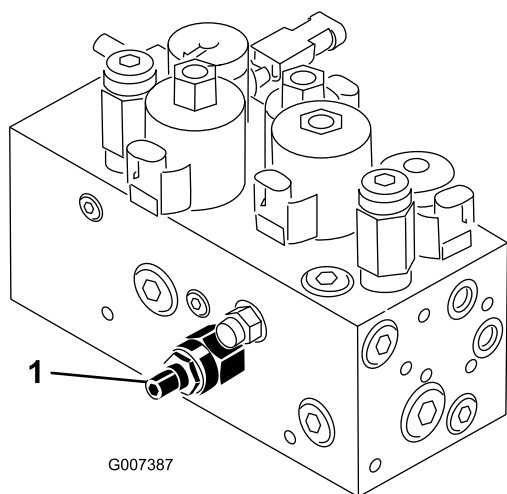

Figura 49
Il circuito di sollevamento/abbassamento degli apparati di taglio della macchina è dotato di una valvola di regolazione del flusso (Figura 49). Questa valvola viene preregolata in fabbrica, ma è talvolta necessario regolarla per compensare i dislivelli delle temperature dell'olio idraulico, delle velocità di tosatura, degli accessori, ecc. Se necessario, regolate come segue:
1. Alzate il sedile e individuate la valvola di regolazione del flusso per il telaio di traino (Figura 49) situata sul lato del collettore idraulico.